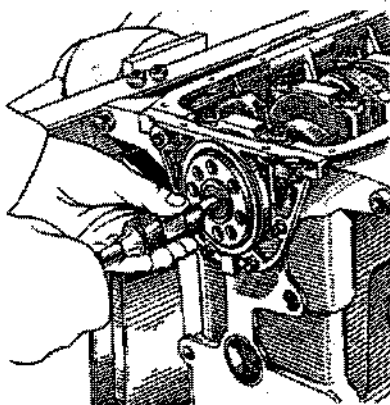

Fig. 2-11. Remoção do rolamento de apoio da árvore primária.
21. Com o auxílio da ferramenta A.40006, remover o rolamento de apoio da árvore primária da caixa de mudanças, de seu alojamento, na árvore de manivelas (fig. 2-11).